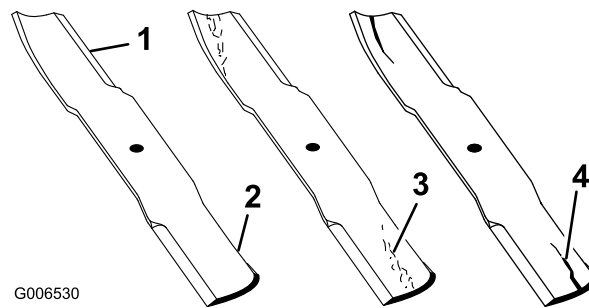

Figura 43
1. Inspeccione los filos de corte (Figura 43).
2. Inspeccione las cuchillas, especialmente la parte curva (Figura 43).
Nota: Si observa daños, desgaste o la formación de una ranura en esta zona (Figura 43, 3 y 4), instale inmediatamente una cuchilla nueva.